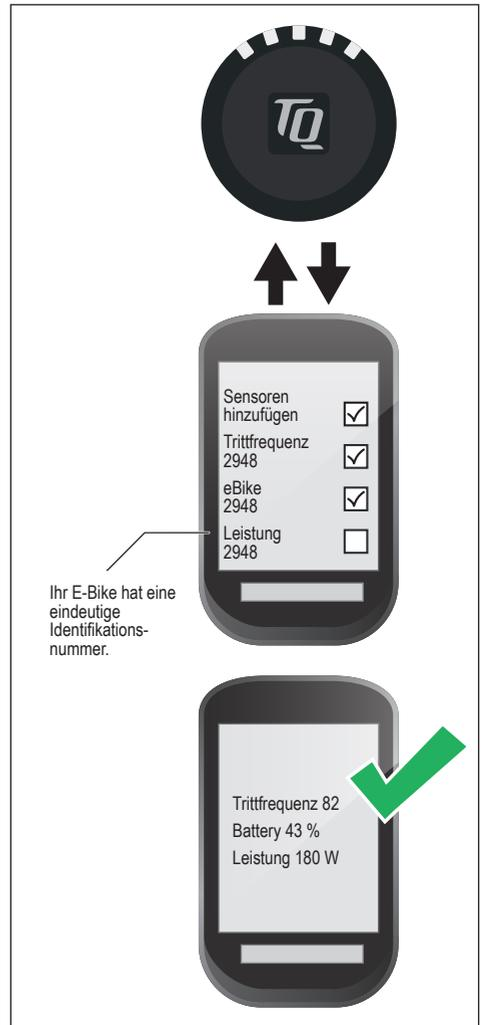

Abb. 6: Verbindung E-Bike zu Fahrradcomputer
- Wählen Sie mindestens einen der drei angezeigten Sensoren aus (siehe Abb. 6).